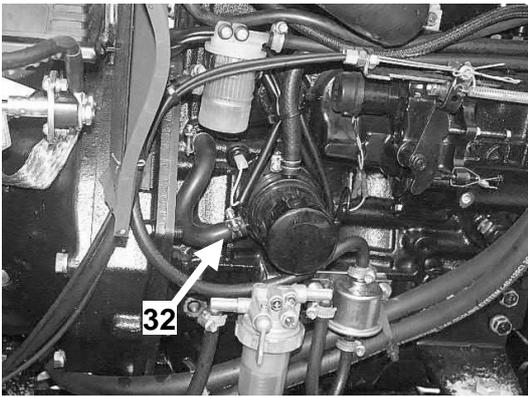

Abb. E-26 Ablassstelle der Kühlflüssigkeit aus dem Motorblock. (32)
Um die Kühlflüssigkeit vom Kühler herabzulassen, Klemmschelle lösen, Gummileitung aus dem Kühlersutzen (32) abnehmen Abb. E-26.